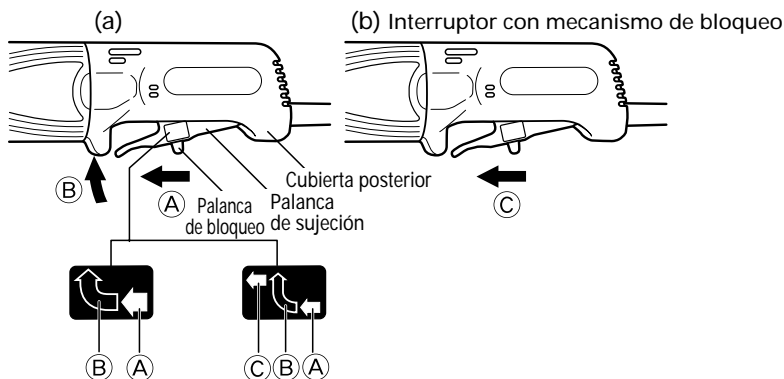

Fig. 3
**ON:** Para poner la máquina en funcionamiento, deslice la palanca de bloqueo (A) y después la palanca de sujeción en el sentido de (B) como se muestra en la Fig 3-a. Además, deslice la palanca de bloqueo en el sentido de (C) como se muestra en la Fig.3-b manteniendo presionada la palanca de sujeción para permitir la operación continua.
**OFF:** Para desactivar el modo de bloqueo, presione la palanca de sujeción en el sentido de (B), como se indica en la Fig.3-a, y suéltela a fin de parar la máquina.